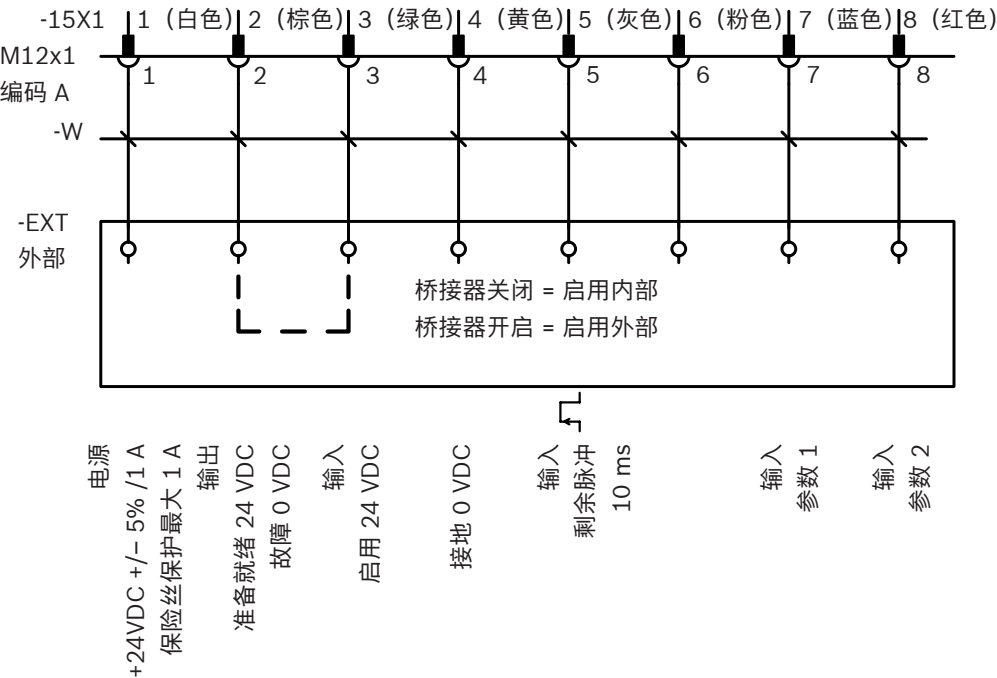

图 14: 端口 15X1 的分配: 使能信号 24 VDC
- 2. 15X1：使能信号 24 VDC（图 14 和 16）。
► 用于连接电源的连接插头 (可选配, 请参阅第 17.3 章"附件") , 图 14 为上位机控制系统的接口: